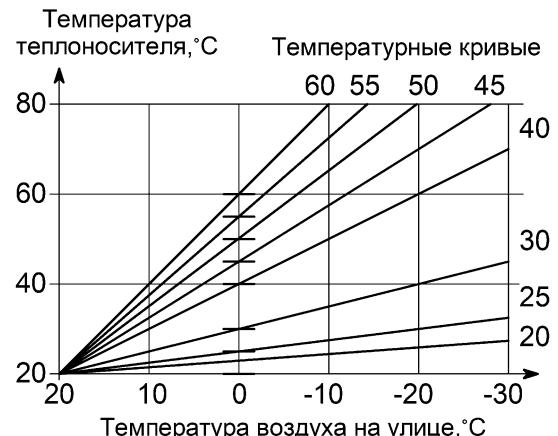

Рисунок 9. Зависимость температуры теплоносителя от температуры воздуха на улице
10.4 «УЛИЧНЫЙ» – режим поддержания температуры теплоносителя в зависимости от температуры воздуха на улице по одной из погодозависимых кривых (см. рис. 9). Датчик температуры воздуха устанавливается на улице.
Для изменения заводской настройки нужно в соответствии с рис. 9 выбрать ту кривую, при которой в помещении станет комфортно. Если в помещении холодно - следует выбрать кривую с большим номиналом, если жарко - с меньшим. Чем больше величина теплопотерь здания, тем выше номер